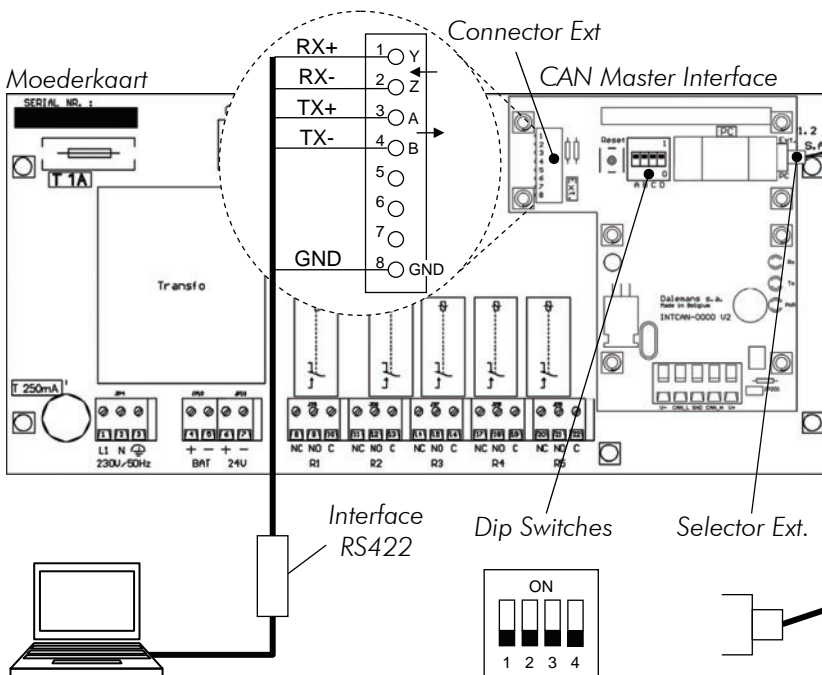

Fig. 50
• Sluit de klemmen 1, 2, 3, 4 en 8 van de *Ext. Connector* van de *CAN Master Interface* kaart aan op het andere kabeleinde (Fig. 50).